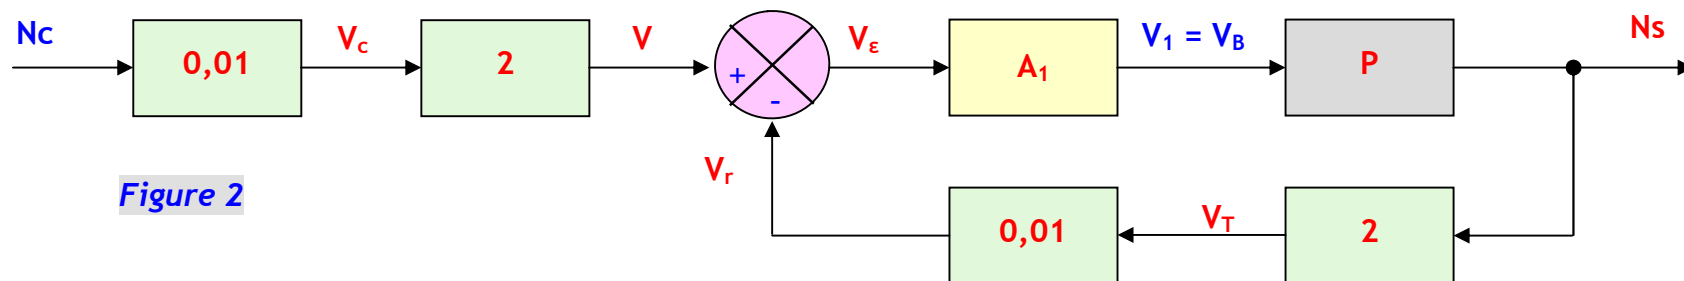

Figure 2
2. Répondre sur le document DREP 15 page xx - Figure 2 - ;